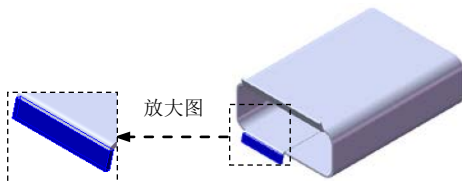
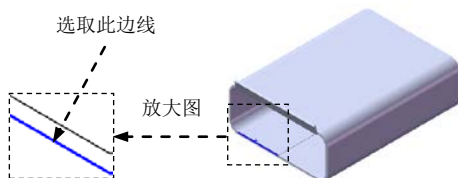

图 10.19 边线一法兰 2
图 10.20 边线法兰的边线
(3) 定义法兰参数。
① 定义法兰角度值。在 **角度(A)** 区域的  文本框中输入角度值 75.0。
② 定义长度类型和长度值。在“边线法兰”对话框的 **法兰长度(L)** 区域的下拉列表中选择 **给定深度** 选项, 输入深度值 2.0。在此区域中单击“内部虚拟交点”按钮 .
③ 定义法兰位置。在 **法兰位置(N)** 区域中单击“折弯在外”按钮 .
(4) 单击  按钮, 完成边线一法兰 1 的创建。
Step4. 创建图 10.19 所示的钣金特征——边线一法兰 2。选取图 10.20 所示的模型边缘为生成的边线法兰的边线, 详细操作过程请参照 Step3。